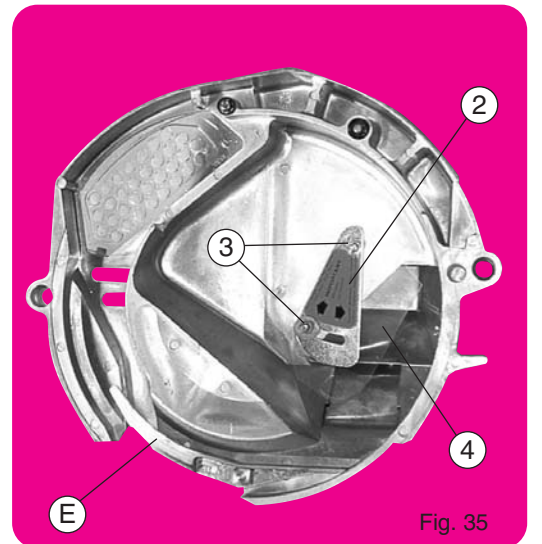

Fig. 35
2. POSITION BASSE (fig. 35) POUR PETITES GRAINES, c'est-à-dire tournesol, betterave, sorgho...
2. LOW POSITION (fig. 35) FOR SMALL SEEDS, i.e. sunflower, beets, sorghum...
2. Niedrige Stellung (Abb. 35) für kleines Saatgut, z. B. Sonnenblumen, Zuckerrüben, Sorghum.
2. НИЗКОЕ ПОЛОЖЕНИЕ (рис. 35) для маленьких семян, таких как подсолнечник, свекла, сорго и т.п.